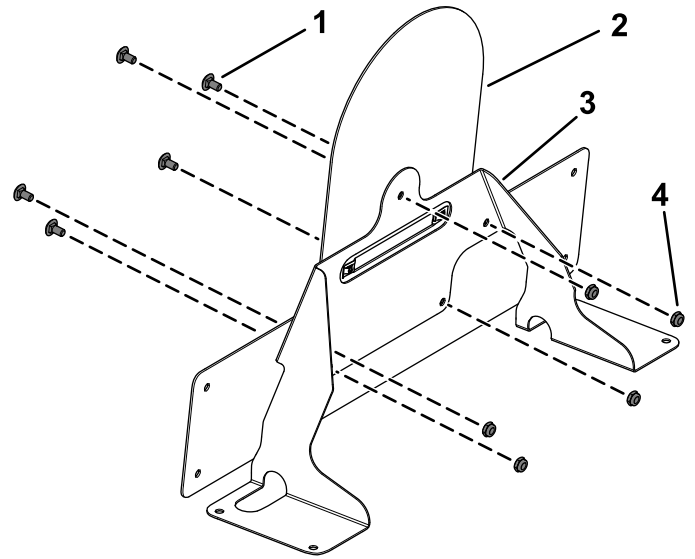

Figura 22
8. Fije el soporte de la placa de velocidad en el soporte del marcador con 5 pernos de cuello cuadrado ($\frac{1}{4}$ " x $\frac{1}{2}$ ") y 5 contratueras ($\frac{1}{4}$ "), como se muestra en la Figura 22.